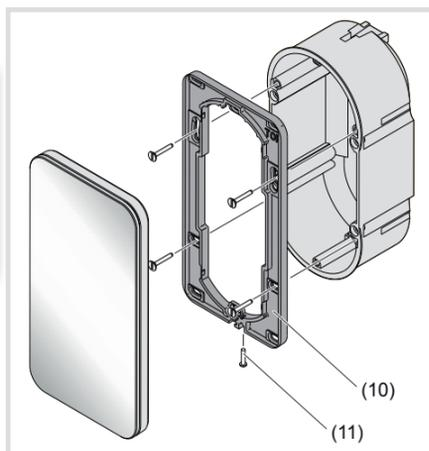

Figure 11
- Orienter le cadre de montage (10) et le visser sur la boîte d'encastrement ou le mur (figure 11). Respecter le marquage TOP = EN-HAUT. Utiliser le jeu de vis fourni.
- Raccorder la tension d'alimentation à la borne (5).
- Raccorder la tension du bus KNX à la borne (7).
- En option : raccorder la sonde de température externe à la borne (6).